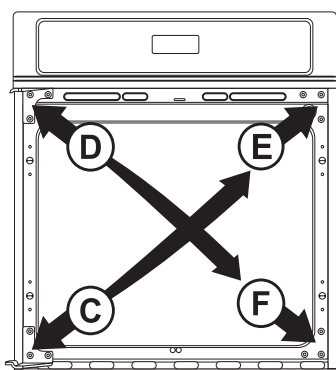

Figure 9
- 3.2.2. Enlevez la charnière de l'encadrement située du côté gauche en bas de l'encadrement (Voir C, Figure 9) et installez-la du côté opposé soit du côté droit en haut de l'encadrement (Voir E, Figure 9).
- 3.2.3. Procédez de la même façon pour la charnière de l'encadrement située en haut à gauche (Voir D, Figure 9), retirez-la de l'encadrement et réinstallez-la du côté opposé soit du côté droit en bas (Voir F, Figure 9).